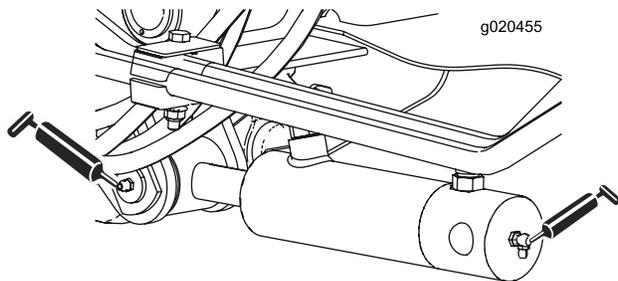

Figura 40
- Boccole (2 cad.) del cilindro di sollevamento (Figura 40).